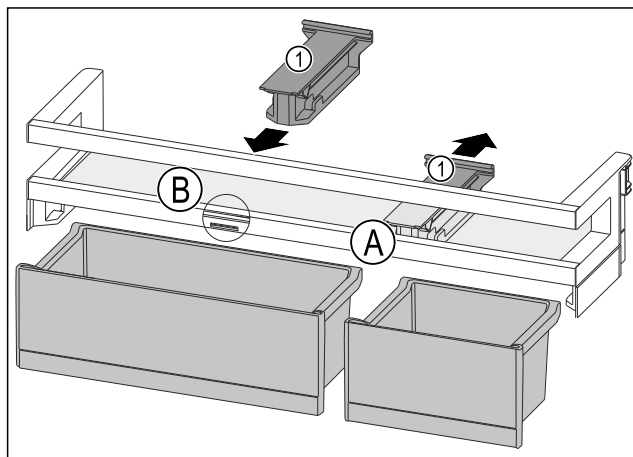

Fig. 196
- Pridržni dio Fig. 196 (1) u položaju Fig. 196 (A) skinite prema natrag.
- Pridržni dio Fig. 196 (1) umetnite u položaj Fig. 196 (B).